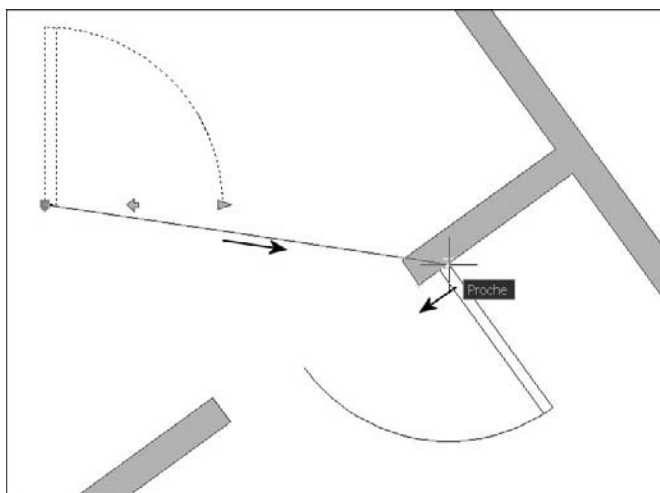

Fig.7.33
- 31 Positionner le bloc à l'endroit souhaité, il sera aligné avec l'entité survolée (fig.7.33).